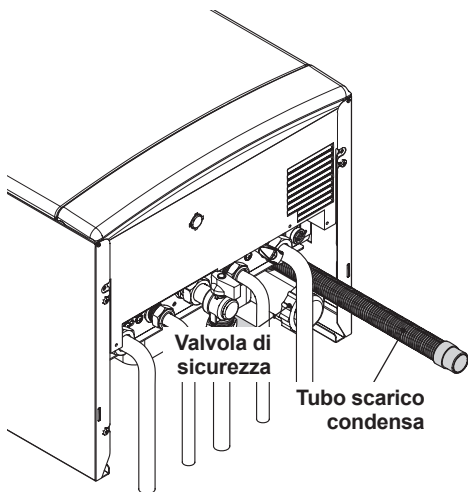

Fig. 5.4
rezza ad un imbuto di scarico Fig. 5.4.
- Inserire il tubo flessibile di scarico condensa in Fig. 5.4 all'interno del condotto di scarico condensa domestico o nell'imbuto di scarico della valvola di sicurezza, qualora lo scarico sia idoneo a ricevere condensa acida.